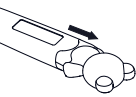

Abbildung 3
2. Ziehen Sie die Batterieabdeckung ab, wie in Abbildung 3 gezeigt.